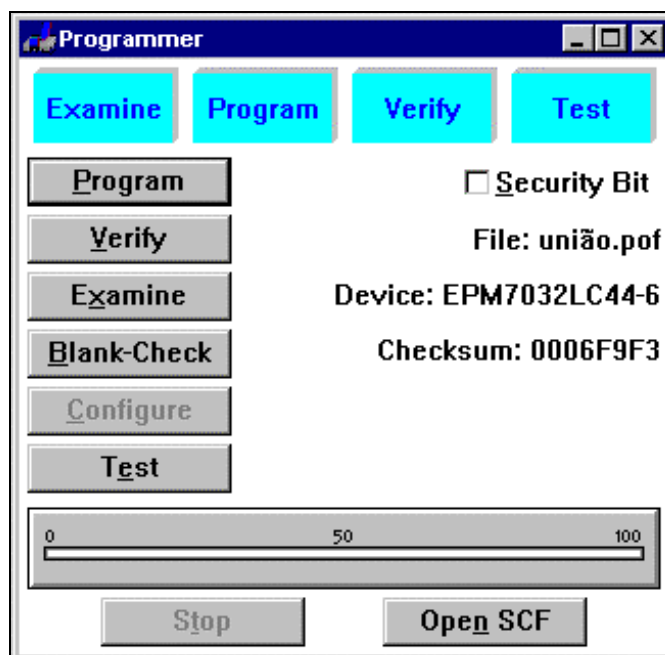

Figura 35
15.1.1 Escolha *Programmer* no menu *Max+Plus II*. A janela do compilador é aberta (veja figura 35).
15.3.8 Escolha o botão *Program* na janela do programador (figura 35).